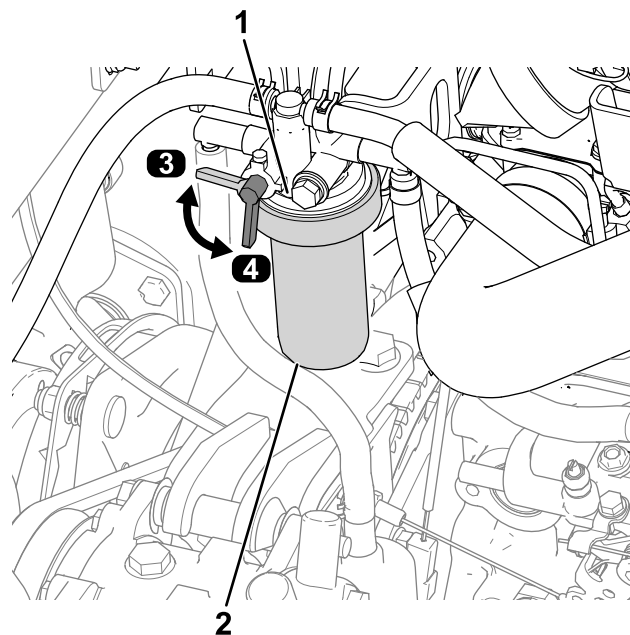

Figure 59
- Nettoyez la surface autour de la tête du filtre à carburant (Figure 59).
- Déposez le filtre et nettoyez la surface de montage de la tête du filtre (Figure 59).
- Tournez le levier du robinet d'arrivée de carburant à la position OUVERTE (Figure 59).
- Tournez le levier du robinet d'arrivée de carburant à la position FERMÉE (Figure 59).